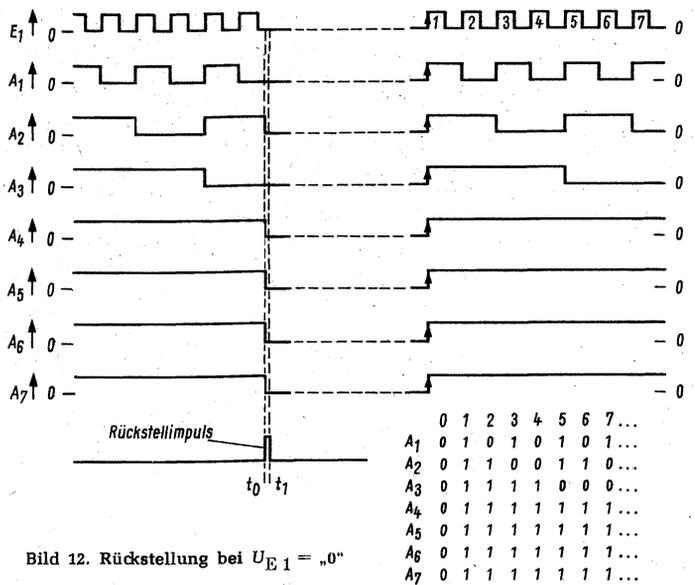

Bild 12. Rückstellung bei  $U_{E1} = „0“$
1.  $U_{E1} = „0“$  (Bild 12)
In Bild 12 sieht man ein Beispiel, bei dem die Rückstellung erfolgte, als  $E_1$  im „0“-Zustand war. Alle Ausgänge, die unmittelbar vor dem Rückstellimpuls die Lage „1“ hatten, kippen in die Lage „0“ und behalten diese Lage nach dem Rückstellimpuls bei. Der nächste Eingangsimpuls an  $E_1$  kippt alle Ausgänge in die Lage „1“, was einer Vorbereitungsphase des Zählers (Preset) entspricht. Erst der zweite Impuls wird gezählt. In der Wahrheitstabelle von Bild 12 sind diese Zustände zu sehen. Man sieht, daß der Zähler  $(n-1)$  zählt.